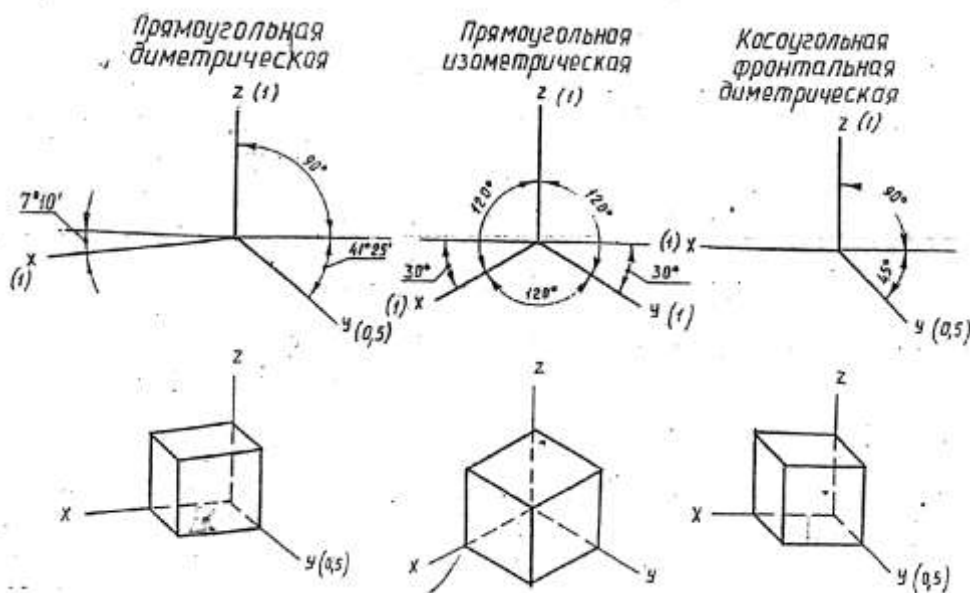

Рис.14 Виды аксонометрических проекций
- косоугольная фронтальная диметрическая проекция и др. (рис.14.)